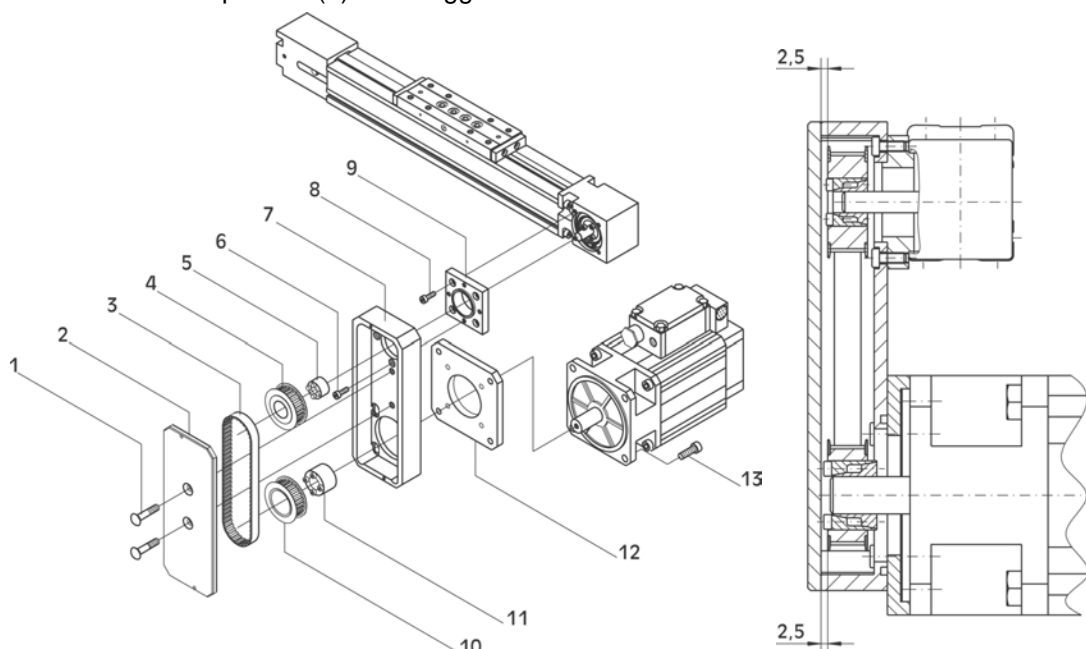
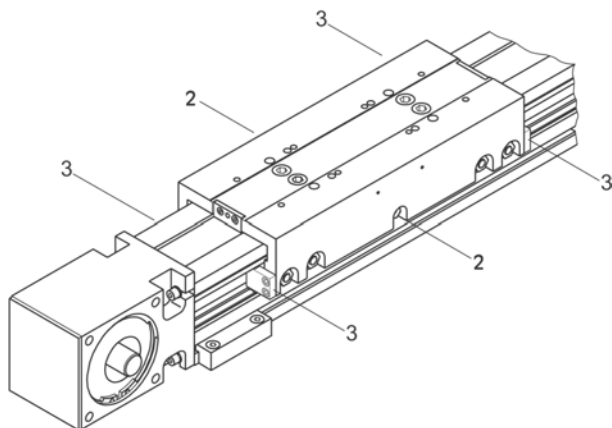

Fig. 8: Azionamento a cinghia RT 40
Fig. 10: Nipplo di lubrificazione WIESEL SPEEDLine® misure WH 50, WH 80, WH 120 e asse Z
1. **Fig. 8:** Fissare l'alloggiamento (7) con la lastra intermedia (9) alla sede del cuscinetto del WH 40.
2. Inserire la puleggia sincrona (4) con il calettatore DKWN di diametro interno 8 mm (5) nell'alberino di azionamento del WM40.
3. Fissare il motore di azionamento con la flangia intermedia (12) all'alloggiamento. Non serrare le viti.
4. Inserire la puleggia sincrona (10) con il calettatore DKWN di diametro interno 14 mm (11) nell'albero motore.
5. Montare la cinghia dentata (3) su entrambe le pulegge sincrone e allineare le pulegge. Fissare ora le pulegge sincrone con i calettatori DKWN sull'alberino di azionamento e sull'albero motore (per le coppie di serraggio vedi tabella pagina 56). Distanza tra spigolo superiore dell'alloggiamento e puleggia sincrona 2,5 mm (vedi fig. 10).
1. **Fig. 8:** Tensionare la cinghia dentata spostando il motore con la flangia intermedia (12).
2. Avvitare il coperchio (2) sull'alloggiamento.